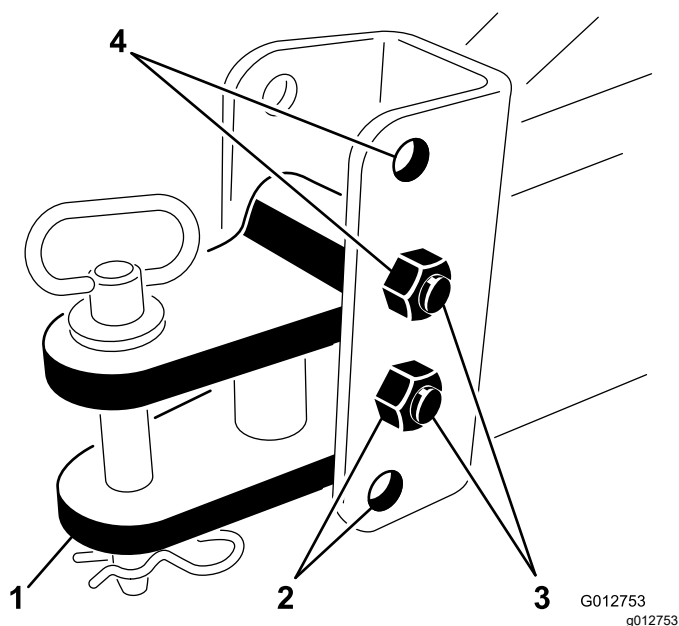

図 4
2. 測定値を見てトランスポートフレームのヒッチの高さ上下させて合わせる。以下の表を見て図 4にあるように適切な取り付け穴を選択する。